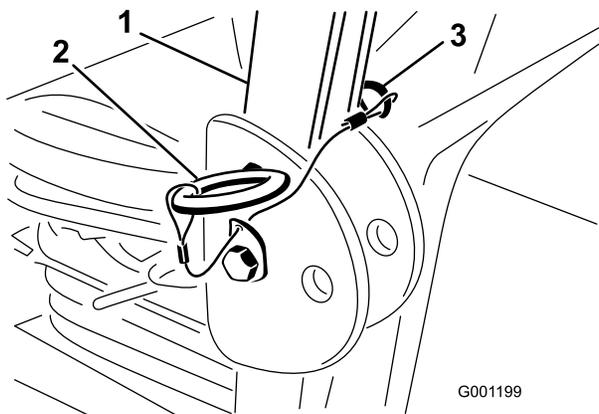

図 7
1. ROPSを立てた状態で、ヘアピンコッターと2本のピンを抜き取る 図 7。